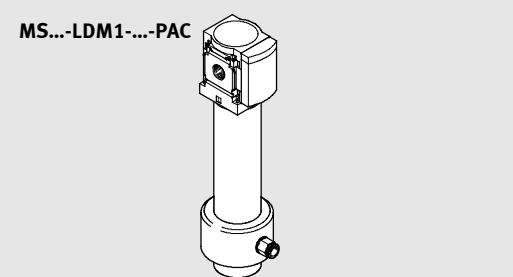

Fig. 3 / 图 3
- If using the rinsing air concentration ring for ducting the rinsing air (only MS...-LDM1-...-PAC, see Fig. 3):
- MS...-LDM1-... 的规定用途为去除压缩空气系统中溶解的水分子。在隔膜盒内部可通过一个固定设置的流量孔板控制吹洗量（吹洗空气）。通过 MS...-LDM1-...-PAC 的汇流环可注入吹洗空气（见图 3）。